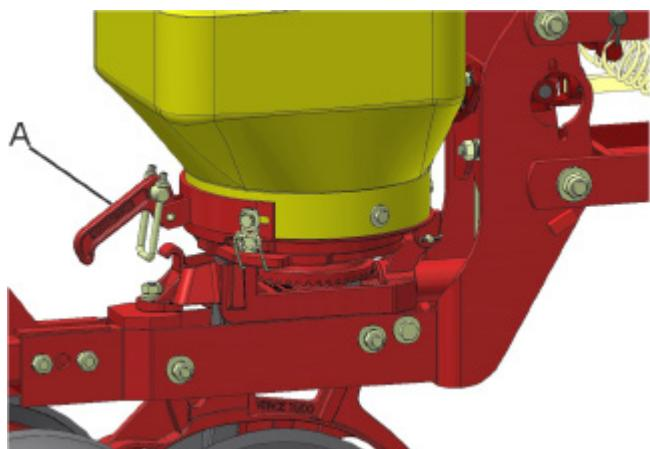
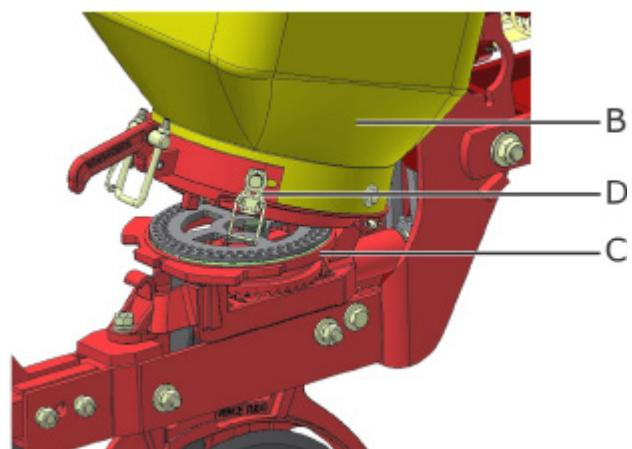

fig. 06
fig. 07
Para a verificação ou substituição dos discos, pressione a alavanca (A) (fig. 06), suspenda o reservatório (B) (fig. 07) e libere o anel base (C) através das presilhas (D).